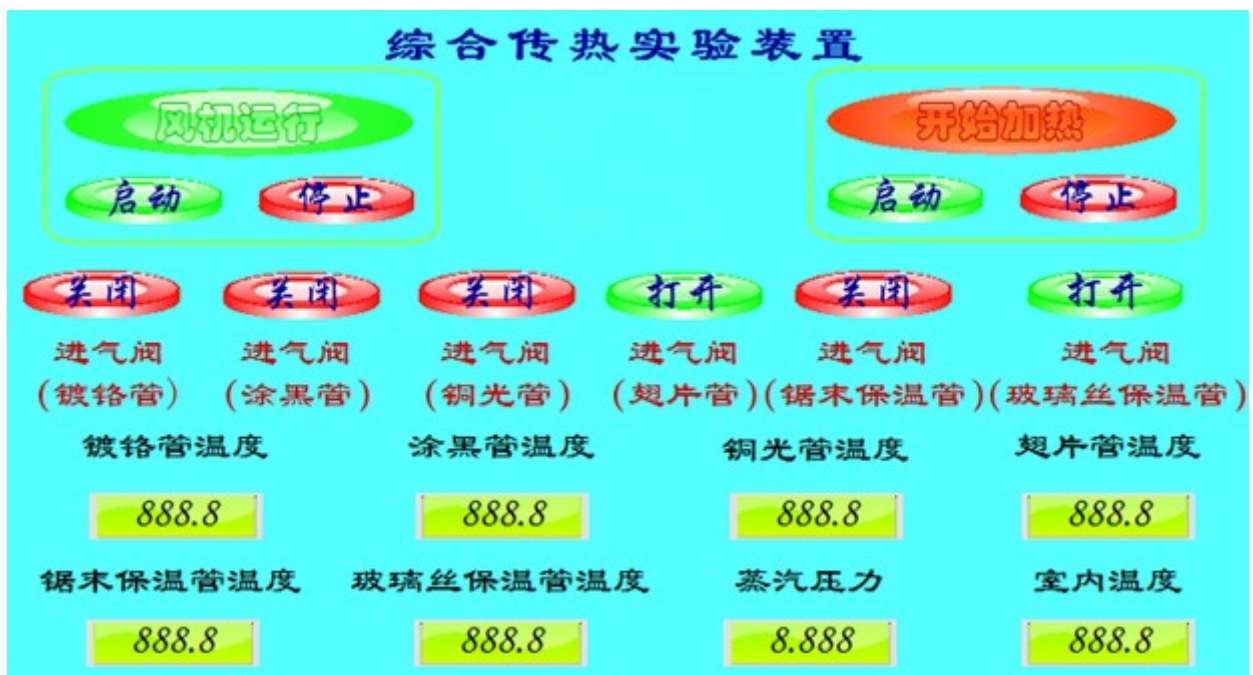

图 2 触摸屏显示界面
2、触摸屏显示界面如图 2 所示，点击触摸屏“开始加热”下方的“启动”进行加热。